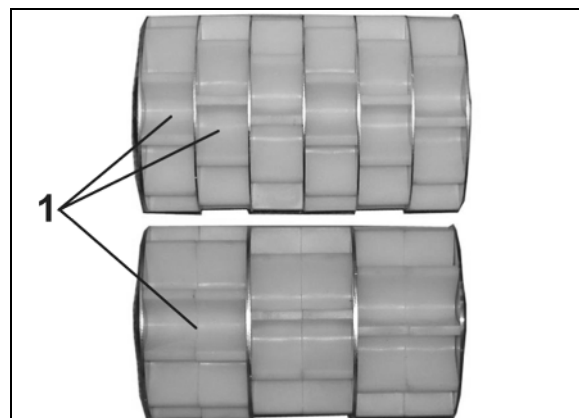

Рис. 23
- рычаг редуктора (Рис. 23/2) регулируется вручную. Чем выше число на шкале, тем больше норма высева.
- сервомотор (Рис. 23/1) перемещает рычаг редуктора (Рис. 23/2) (опция).